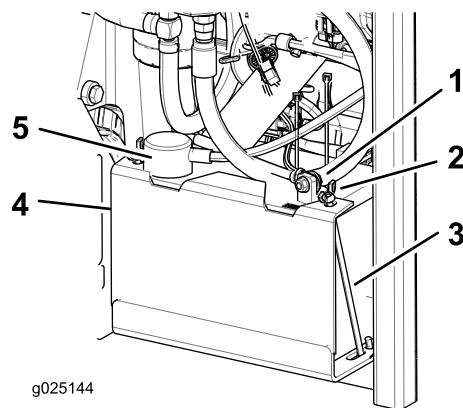

Figure 40
3. Commencez par débrancher le câble négatif (noir) de la borne négative (-) (noire) de la batterie (Figure 40).
4. Enlevez le capuchon rouge de la borne positive (rouge) de la batterie et débranchez le câble positif (+) (rouge) (Figure 40).
5. Retirez les écrous à oreilles qui fixent les crochets en J (Figure 40).
6. Déposez le dispositif de maintien (Figure 40).
1. Placez la batterie dans son support en tournant les bornes à l'opposé du réservoir hydraulique (Figure 40).
4. Fixez les câbles avec 2 boulons, 2 rondelles et 2 contre-écrous (Figure 40).
6. Reposez le dispositif de maintien et fixez-le avec les écrous à oreilles et les crochets en J (Figure 40).